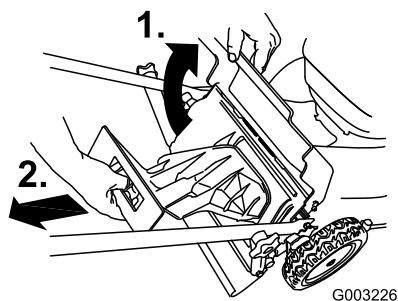

Figura 24
1. Alzate lo sportello posteriore e tenetelo alzato (Figura 24).
2. Togliete il coperchio di scarico posteriore (Figura 24).